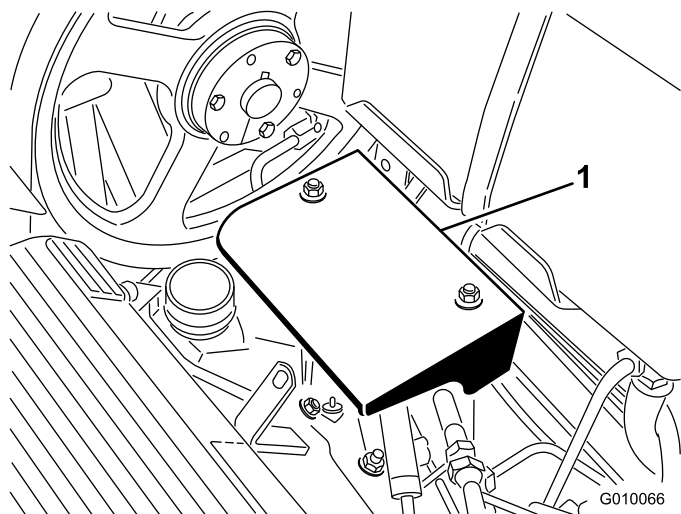

図 56
2. ポンプシールド取り付けナット 2 個を外してシールド外す（図 56）。
2. ポンプシールド取り付けナット 2 個を外してシールド外す (図 56)。